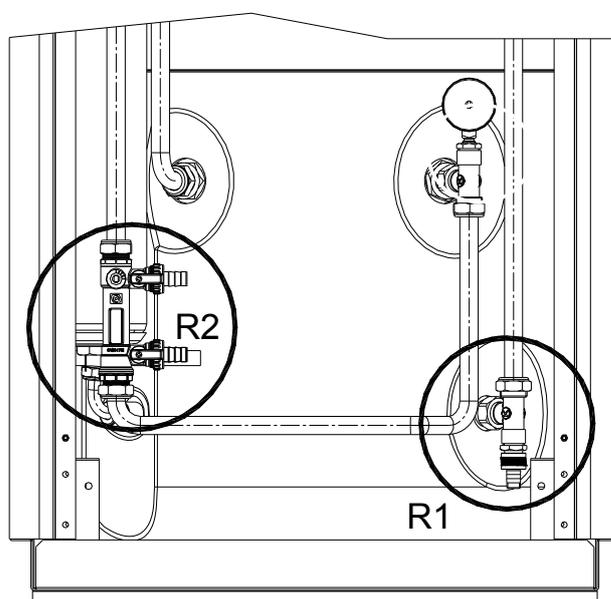

Fig. 2
- collegare il tubo scarico acqua e aprire il rubinetto di scarico del boiler **R1** (fig. 2);